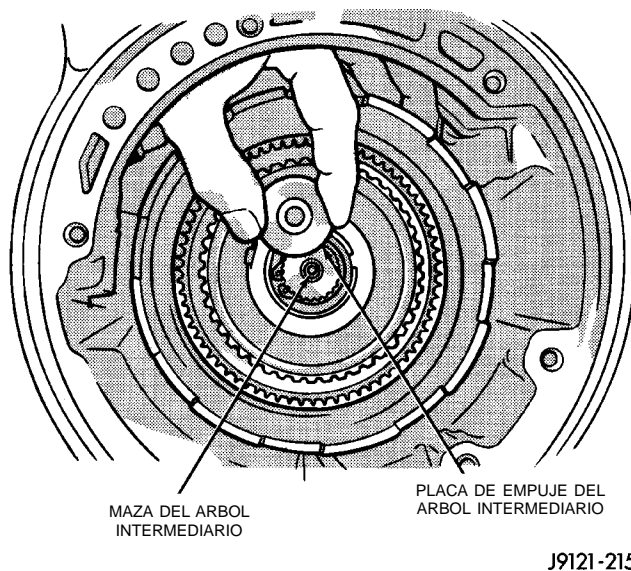

Fig. 126 Instalación de la placa de empuje del eje intermediario
(10) Instale la placa de empuje en la maza del eje intermediario (Fig. 126). Utilice vaselina para mantener la placa de empuje en su lugar.